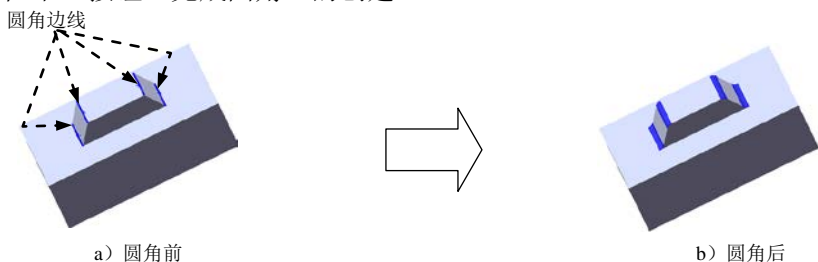

图 15.3.6 圆角 1
(3) 定义拉伸深度属性。
① 定义深度方向。采用系统默认的深度方向。
② 定义深度类型和深度值。在“凸台—拉伸”对话框 **方向 1** 区域的下拉列表中选择 **两侧对称** 选项，在 **D1** 文本框中输入深度值 3.0。选中 ☒ **合并结果(M)** 复选框。
(4) 单击  按钮，完成凸台—拉伸 2 的创建。
Step4. 创建图 15.3.6 所示的圆角 1。
(1) 选择命令。选择下拉菜单 **插入(I)** → **特征(F)** →  **圆角(U)...** 命令（或单击  按钮），系统弹出“圆角”对话框。
(2) 定义圆角类型。采用系统默认的圆角类型。